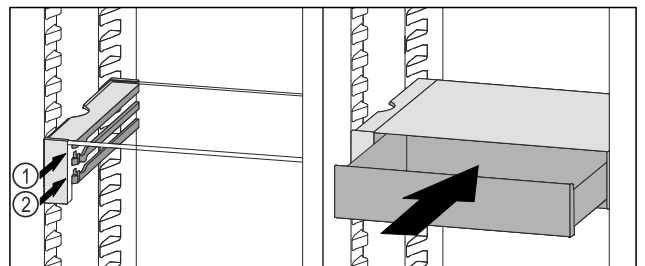

Fig. 116
- Posizionare il cassetto VarioSafe dietro i tappi sulla nervatura desiderata Fig. 116 (1) o Fig. 116 (2).